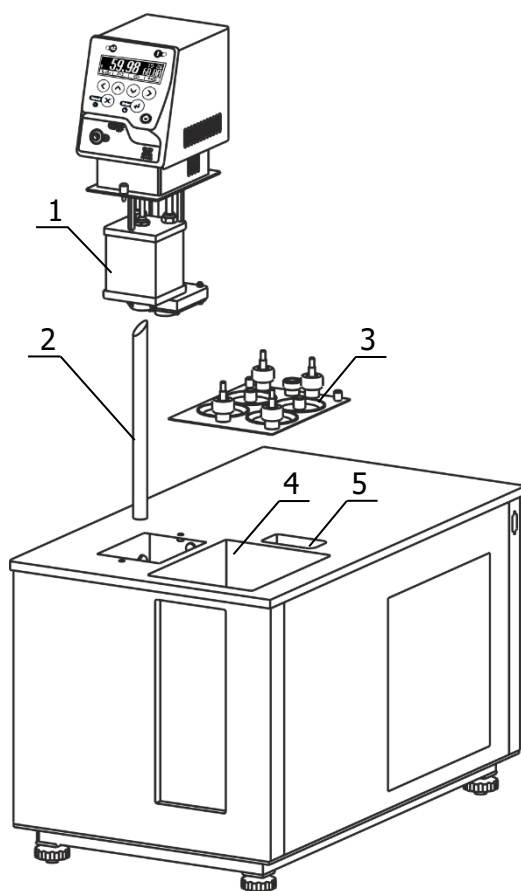
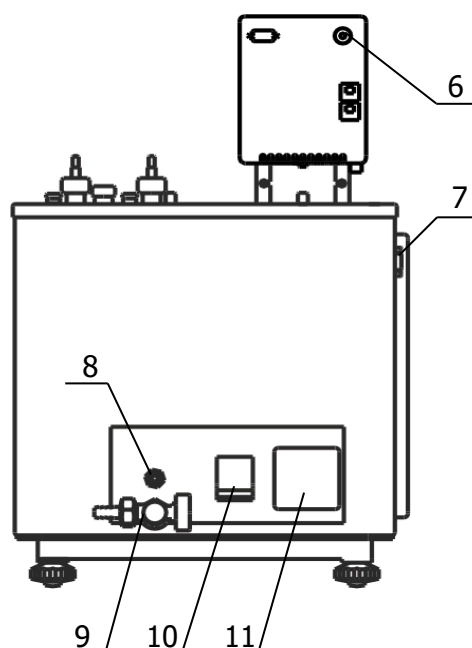

Рисунок 3 — Установка блока регулирования температуры
Рисунок 4 — Задняя панель термостата
2.2.3 Вставить выходную трубку 2 (рисунок 3) в переходное отверстие на дне основной ванны термостата косым срезом вверх, как показано на рисунке 3.
2.2.5 К переливному штуцеру 8 (рисунок 4) присоединить гибкий шланг, второй конец которого опустить в емкость для сбора излишков теплоносителя объемом 1.5–2 литра.
2.2.6 Заполнить ванну термостата теплоносителем через отверстие над рабочей ванной 4 (рисунок 3) до момента начала слива теплоносителя из переливного штуцера 8 (рисунок 4). Температурный диапазон применения теплоносителя должен соответствовать значениям, указанным в 1.2.6.
2.2.7 Вставить вилку сетевого кабеля блока регулирования температуры в розетку 11 (рисунок 4). Соединить кабелем из комплекта поставки блок регулирования температуры (разъем 6) и холодильную машину (разъем 7). Сетевой кабель термостата подключить к питающей сети. Для этого в лабораторном помещении должна быть установлена электрическая розетка из комплекта поставки термостата.
2.2.9 При первом запуске термостата необходимо включить блок регулирования в режиме прокачки в соответствии с документом ТКЛШ 3.222.009-53 РЭ «Блоки регулирования температуры погружные циркуляционные М53 серии МАСТЕР». При работе циркуляционного уровня теплоносителя в рабочей ванне поднимется и теплоноситель начинает равномерно переливаться в основную ванну. При этом уровень теплоносителя в основной ванне падает, что может привести к срабатыванию защиты от недостаточного уровня теплоносителя. Доливать теплоноситель следует до момента начала слива из переливного штуцера 8 (рисунок 4).
2.2.10 Причина отсутствия перелива — неправильная работа насоса, вызванная воздушной пробкой, образовавшейся в резервуаре 1 (рисунок 3) блока регулирования температуры. Для ее устранения необходимо:
2.4.2 Надеть сливной шланг из комплекта поставки на кран 9 (рисунок 4) и закрепить его хомутом. Свободный конец шланга опустить в емкость для сбора теплоносителя объемом, превышающим объем термостата.